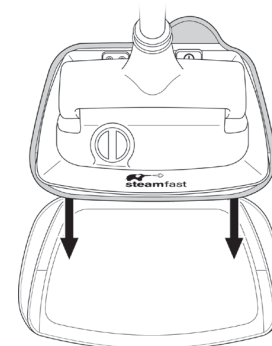

FIGURA 3
2. Alinee el Cabezal del Trapeador sobre el Deslizador. Asegúrese que el Cabezal esté en la misma orientación del Deslizador (FIGURA 3).